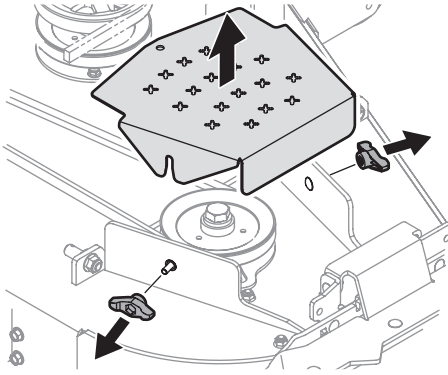

Figure 4-2
- Nettoyez la partie supérieure du plateau de coupe, la partie sous le couvercle des fusées et la partie autour des courroies. Voir Figure 4-2.